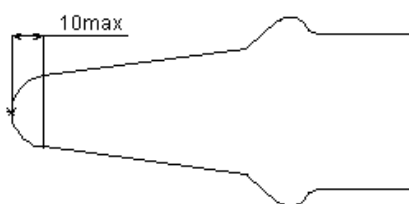

Рис.5
Внимание! Возможна поставка прибора с уплотнителем исполнения 2, изображенного на Рис.5.
- обрезать ножницами кончик резинового уплотнителя на величину ~ 10мм, как это показано на Рис. 5.
2.9.3 Резиновый уплотнитель исполнения 2, изображенный на рис.5 хранить в свободном состоянии, не допуская соприкосновения стенок между собой. Предохранять от прямых солнечных лучей и других источников теплового излучения.